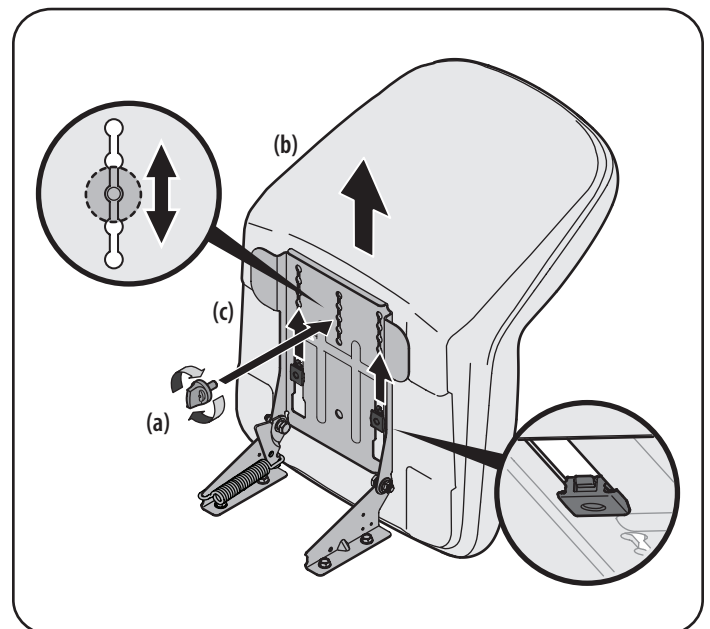

Figura 6
3. Deslice el asiento (b) hacia atrás en el soporte de pivote del asiento (c), alineando la ranura trasera central del soporte de pivote del asiento (c) con el orificio restante de la base del asiento (b). Consulte la Figura 6.
**NOTA:** Asegúrese que las dos lengüetas del asiento se enganchan en el soporte de pivote del asiento, como se muestra en el recuadro inferior derecho de la Figura 6.
4. Seleccione la posición deseada del asiento (b) y fíjelo con la perilla de ajuste (a) que retiró en el Paso 1. Consulte la Figura 6.
5. Para ajustar la posición del asiento, retire la perilla de ajuste (a) que está en la parte inferior del asiento (b). Deslice el asiento (b) hacia adelante o hacia atrás, según lo desee. Vuelva a colocar la perilla de ajuste (a). Consulte la Figura 6.